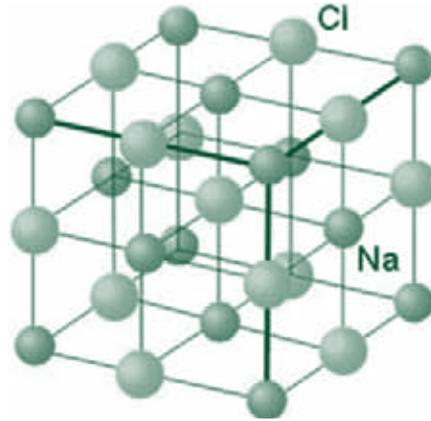

Fig.4. Estructura atómica del ClNa, Halita.
D. Lorenzo Pfersich, se quedó “enganchado” en el mundo de los minerales. Su meticulosidad en la numeración de cada mineral que conseguía, así como la descripción de cada pieza, con su lugar de procedencia incluido, hace pensar que sentía una especial fascinación por el mundo de los minerales. Sin duda, llegó a conocer que la forma geométrica perfecta de un cristal de halita era consecuencia de la ordenación espacial de sus átomos (ClNa) en una estructura cúbica (Fig.4), y que sólo las condiciones adecuadas en su ambiente geológico de formación permiten que podamos apreciar estas formas geométricas de la materia mineral denominadas “cristales”. O que las variaciones de color en los minerales, como puede ser el caso del berilo (Fig.5) se deben al contenido en elementos trazas como el cromo o el hierro, y de ahí la existencia de dos variedades principales conocidas como esmeralda (variedad de color verde) y aguamarina (variedad de color azul).